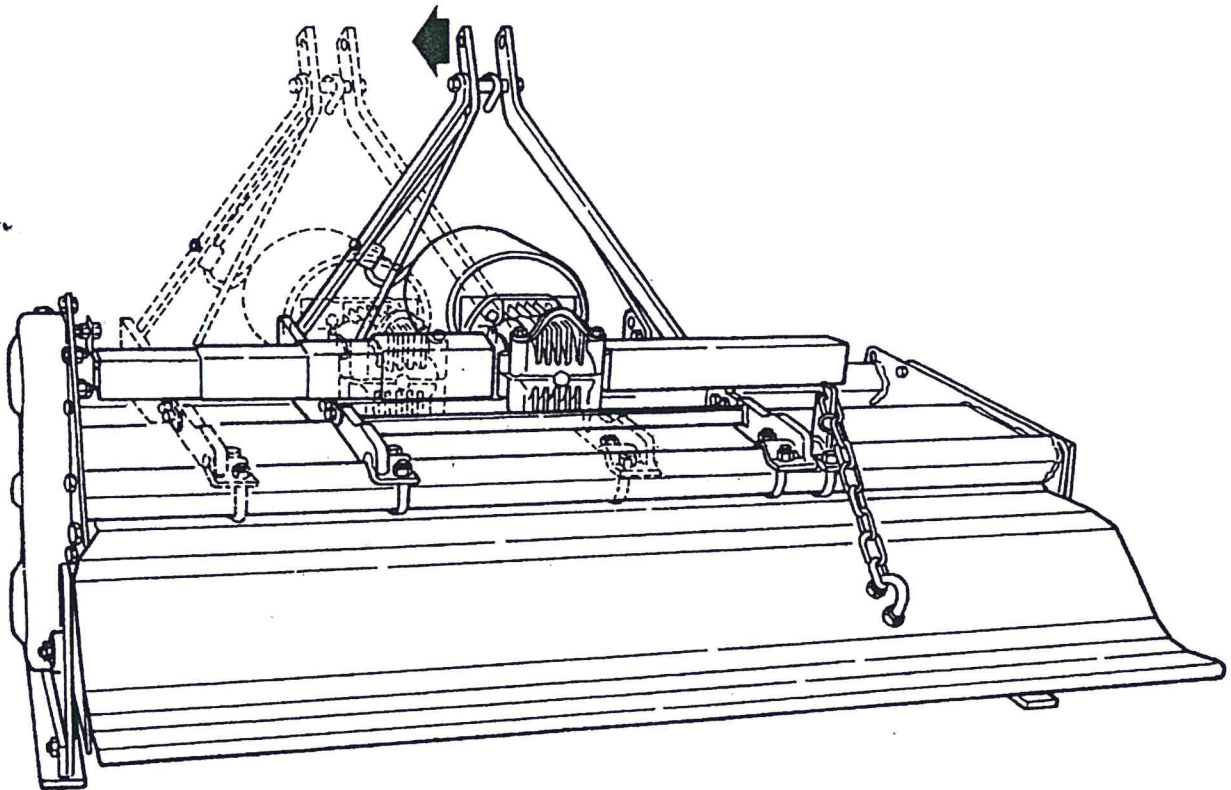

Fig. 6
1. Die 8 Muttern und die entsprechenden Befestigungs-Bügelschrauben (siehe **Nr. 1, Abb. 6**) des verschiebbaren Anschlusses lockern (siehe **Nr. 2, Abb. 6**).
2. Den verschiebbaren Rahmen nach rechts und/oder links rücken, bis die gewünschte Position des 3-Punkte-Anschlusses in bezug auf den Hauptrahmen erreicht ist (siehe **Nr. 3, Abb. 6**). **Dies kann mit dem einfachen Druck der Hände erreicht werden, ohne daß Hebel oder Einstellschrauben benötigt werden.**